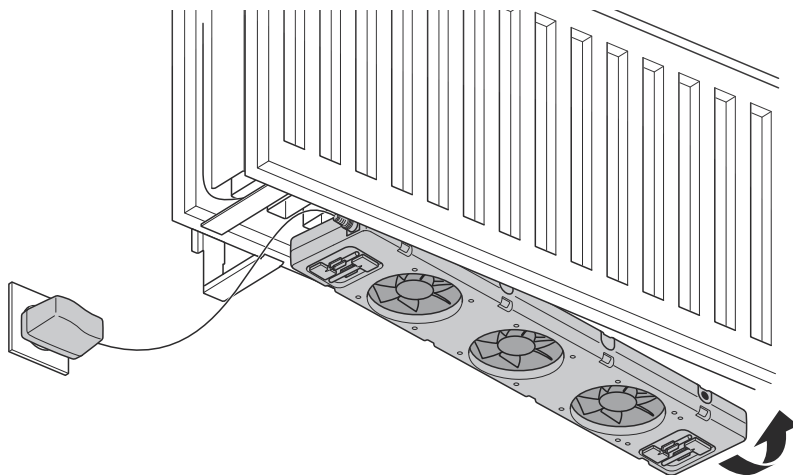

Fig. 2 - Fixation du SpeedComfort (A).
- Identifiez un espace où les supports muraux du radiateur et les clips de connexion ne gênent pas. Fixez le **SpeedComfort** (A) en bas entre les plaques du radiateur avec les **aimants réglables** (B) (voir fig. 2). Le **SpeedComfort** (A) peut également être fixé sur le radiateur et sous un couvercle. **REMARQUE** Assurez-vous que les **ventilateurs** soient toujours orientés vers le haut !